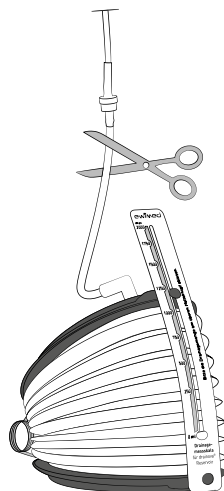

bild 1
4. Klipp av slangen under backventilen* (bild 1). Släng den avklippta slangbiten med slangklämman och munstycket. Använd vid behov den förberedda duken. För att kunna hälla ut vätskan i sugbehållaren i toaletten ska sugbehållaren positioneras upp och ner, så att öppningen på slangen pekar nedåt ovanför toaletten. Vätska börjar tappas ur genom att pressa ihop sugbehållaren.